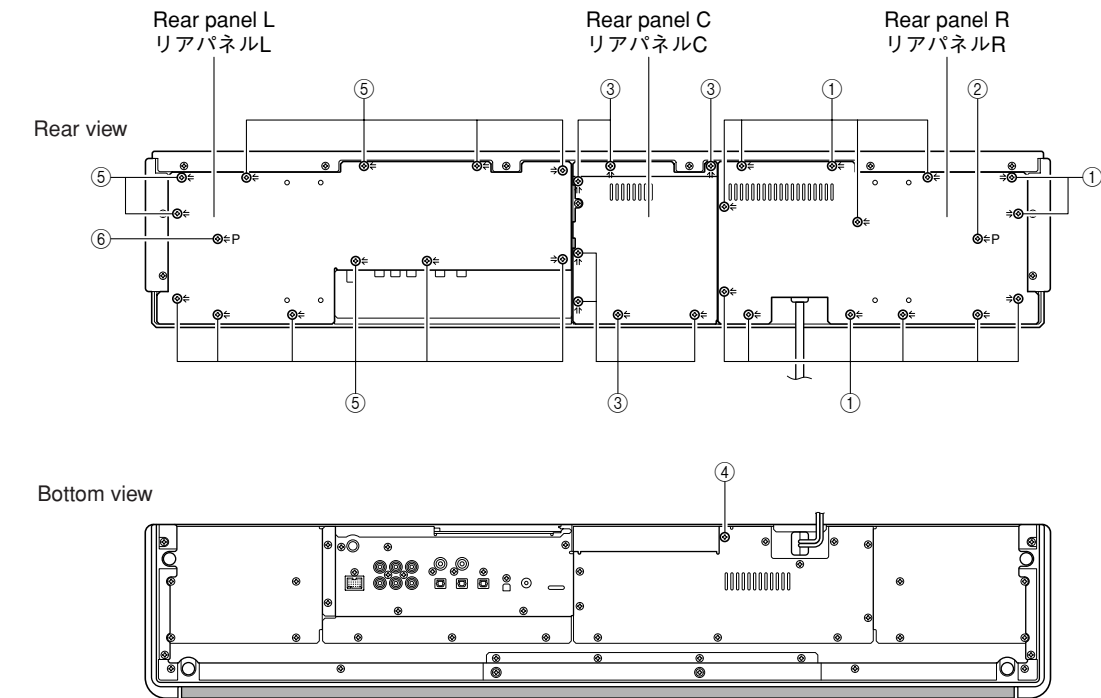

Fig. 1
- Remove 13 screws (①) and screw (②). (Fig. 1)
* Be sure to use P tapping screw for the screws marked (②).
- Remove rear panel R. (Fig. 1)
- Remove 7 screws (③) and screw (④). (Fig. 1)
- Remove rear panel C. (Fig. 1)
- Remove 12 screws (⑤) and screw (⑥). (Fig. 1)
* Be sure to use P tapping screw for the screws marked (⑥).
- Remove rear panel L. (Fig. 1)
- ①のネジ13本、②のネジ1本を外します。(Fig. 1)
* ②のネジには必ず、Pタイトネジを使用してください。
- リアパネルRを取り外します。(Fig. 1)
- ③のネジ7本、④のネジ1本を外します。(Fig. 1)
- リアパネルCを取り外します。(Fig. 1)
- ⑤のネジ12本、⑥のネジ1本を外します。(Fig. 1)
* ⑥のネジには必ず、Pタイトネジを使用してください。
- リアパネルLを取り外します。(Fig. 1)